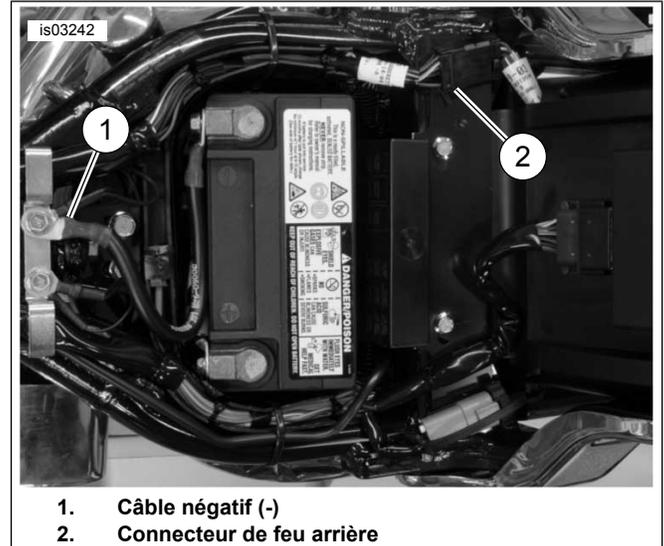

Figure 1. Connecteur de câble négatif de la batterie et du feu arrière
2. Voir Figure 1. Déconnecter les câbles de la batterie, en commençant par le câble négatif (-).